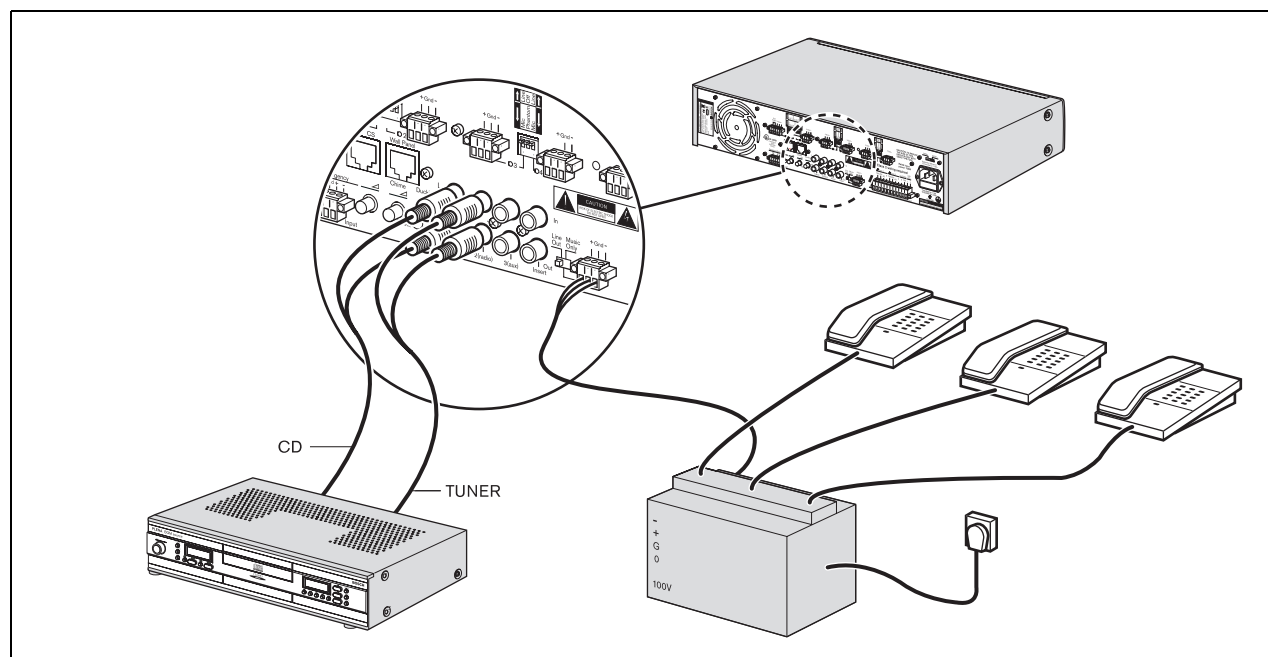

figure 4.7: Connexion d'entrées de sources musicales
Utilisez le connecteur de sortie principale musicale (23) pour fournir une source de sortie musicale dédiée pour un autre dispositif. Par exemple, la sortie musicale principale peut être connectée à un coupleur téléphonique afin que les appelants écoutent une musique lorsque leur appel est en attente (voir figure 4.7).
Utilisez l'insert d'entrée amp, présortie(21) d'un équipement de traitement de son externe (par exemple un égaliseur ou un supprimeur de contre-réaction acoustique Plena) pour la connexion entre le préamplificateur et l'amplificateur de puissance. Voir figure 4.7.